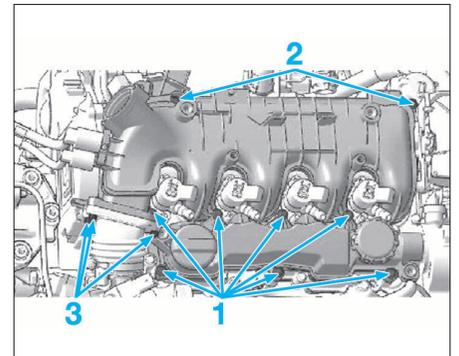

FIG. 49
- Ecarter l'échangeur EGR (4).
- les fixations (1) du couvre culasse (Fig.49).
- les fixations (2) du collecteur d'admission.
- les fixations (3) du boîtier d'absorption de résonance du turbo-compresseur.